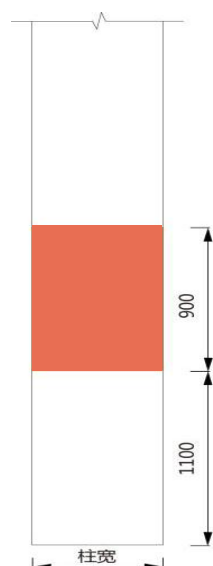

图 17 应配建区柱体标识样式及尺寸示例
3.14 应配建区柱体标识应涂刷色带。标识样式及尺寸示例见图 17。